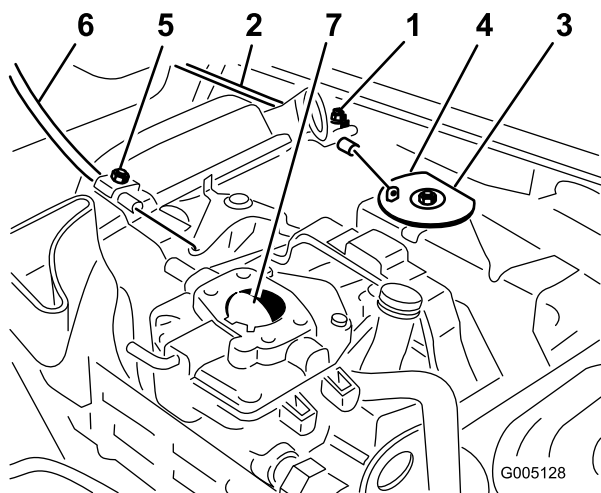

Figura 50
1. Allentate la vite del serrafilo per cavi che fissa il cavo al motore (Figura 50).
3. Tirate con forza il cavo dell'acceleratore finché il retro della parte girevole non viene a contatto con il fermo (Figura 50).
3. Tirate con forza il cavo dello starter finché la farfalla dello starter non è completamente chiusa, quindi serrate la vite del serrafilo (Figura 50).